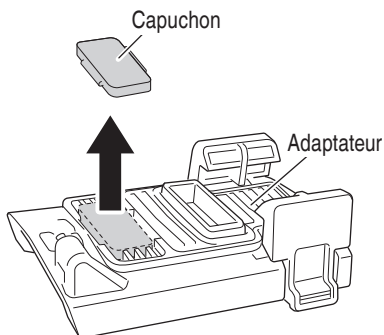
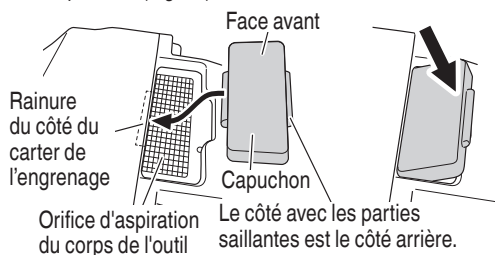

Fig. 9
Fig. 10
- (3) Retirez le capuchon de l'adaptateur et fixez-le à l'orifice d'aspiration. (Fig. 9, Fig. 10)
Insérez la partie saillante du capuchon dans la rainure du côté du carter de l'engrenage, puis appuyez sur le capuchon. (Fig. 10)